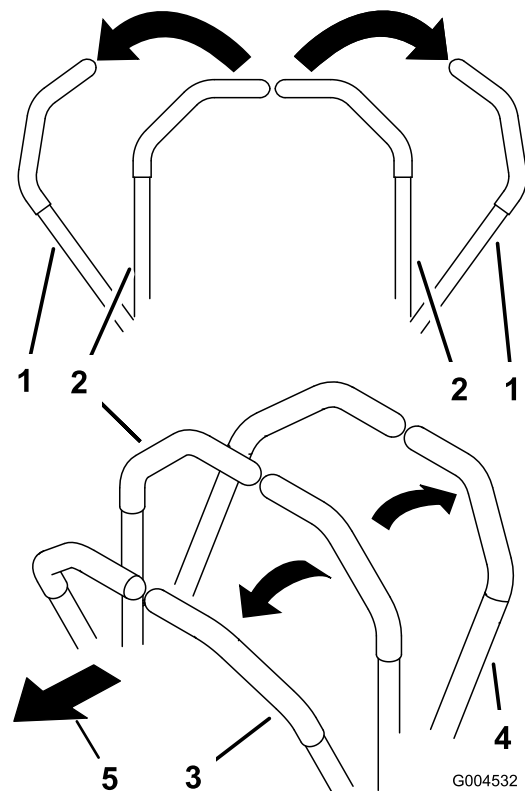

Figure 16
2. Pour vous déplacer en marche avant, poussez doucement les leviers de commande de déplacement vers l'avant (Figure 16).
Pour vous déplacer en ligne droite, appliquez une pression égale sur les deux leviers de déplacement (Figure 16).
Pour tourner, relâchez le levier de commande correspondant à la direction que vous voulez prendre (Figure 16).